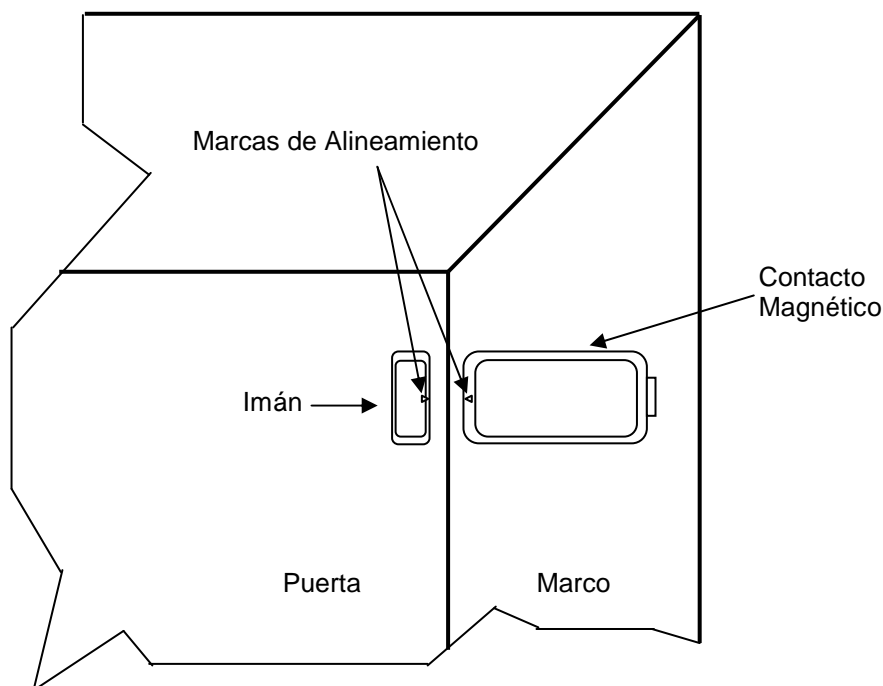

Figura 15
6. Retire la base del imán. Monte la base del imán a no más de 1 cm de la base del contacto magnético (figura 15). Monte el imán sobre su base.